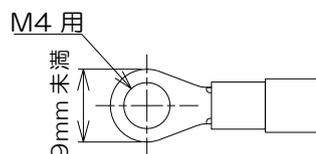

図 5. 圧着端子の寸法
- (2) 電圧線（P1、P2、P3 端子）、電流線（1S、1L、3S、3L 端子）、発信パルス線（CA、CB 端子）、器差試験パルス線（D1、D2 端子）は、圧着端子を使用して接続してください。
- (3) 圧着端子は、図 5 のように M4 ねじ用の絶縁被覆付丸形圧着端子で、幅 9mm 未満のものを使用してください。